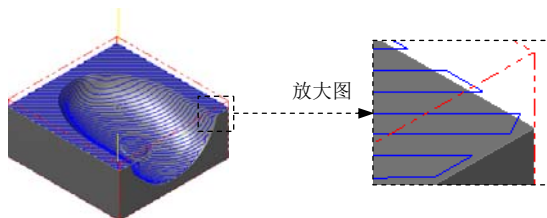

图 13.11 刀具路径
(1) 设置曲面参数。在“曲面精加工平行铣削”对话框中单击 **曲面参数** 选项卡，在 **加工面预留量** 文本框中输入值 0.5。
(2) 设置精加工平行铣削参数。在“曲面精加工平行铣削”对话框中单击 **精加工平行铣削参数** 选项卡；然后在 **大切屑间距(M)** 文本框中输入值 2.0；在 **切削方式** 下拉列表中选择 **双向** 选项；在 **加工方式角度** 文本框中输入值 45。
Step7. 单击“曲面精加工平行铣削”对话框中的 按钮，同时在图形区生成图 13.11 所示的刀具路径。